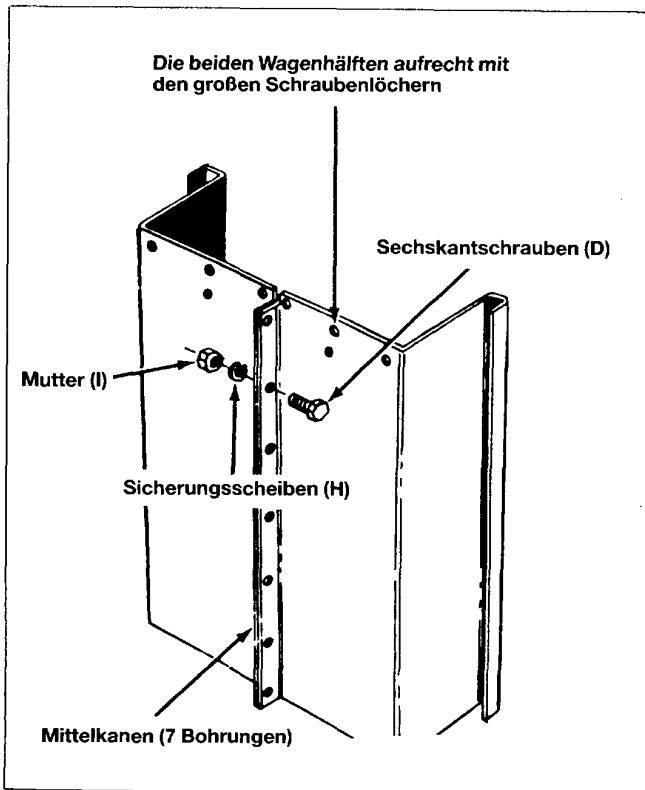

Bild 3
- Die beiden Wagenseiten (P und R) in aufrechter Position nach Bild 3 anordnen. Achtung! Große Schraubenlöcher nach oben.